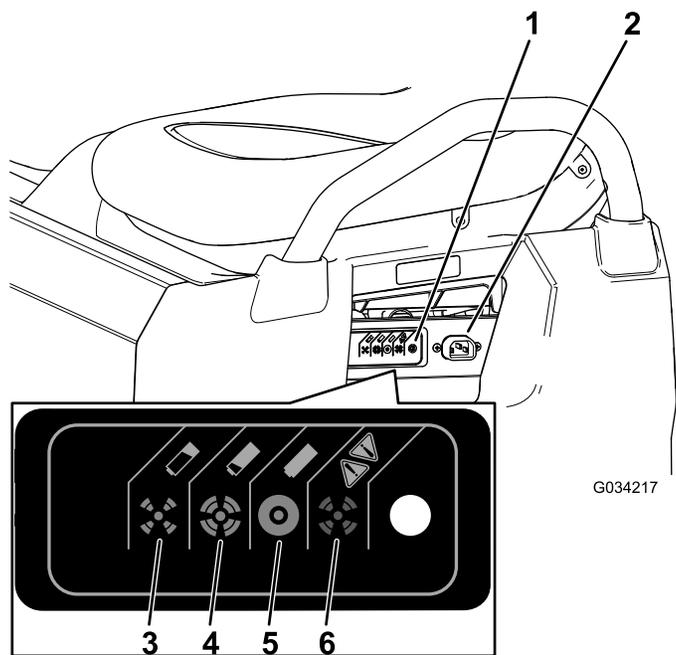

図 39
3. チャージャコードの太さは16 ゲージまたはそれ以上太いもので、長さは2.5 m 以内を、マシンの充電ソケットに接続する **図 39**。
充電状態を表す色の意味については、下の表と図 39 で確認してください。